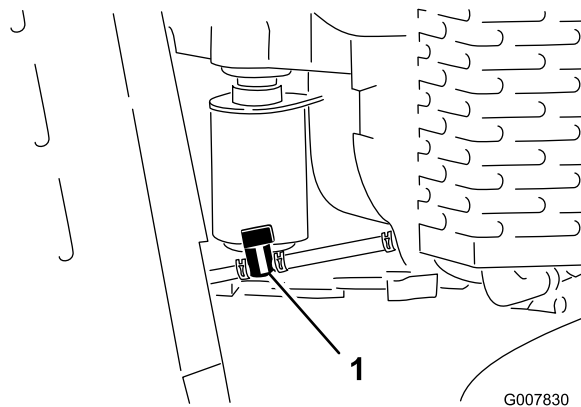

Figure 41
4. Tournez le robinet de vidange en position fermée (Figure 41).
5. Pincez les extrémités du collier de flexible du côté moteur et poussez-le vers le haut de la conduite d'alimentation, à l'opposé du robinet (Figure 41).
6. Débranchez la conduite d'alimentation du robinet (Figure 41). Ouvrez le robinet d'arrivée de carburant
7. Tournez le robinet de vidange en position ouverte (Figure 41).
3. Tournez le robinet de vidange en position fermée (Figure 41).